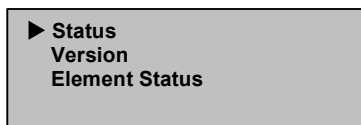

Figura 57: Seleccione Status
5. En el submenú SuperLoader Info, desplácese hasta la opción Version (Versión). (Consulte la Figura 57.)
5. En el submenú SuperLoader Info, desplácese hasta la opción Element Status (Estado del elemento). (Consulte la Figura 57.)
5. En el submenú Drive Info, desplácese hasta la opción Status. (Consulte la Figura 57.)
5. En el submenú Drive Info, desplácese hasta la opción Version (Versión). (Consulte la Figura 57.)